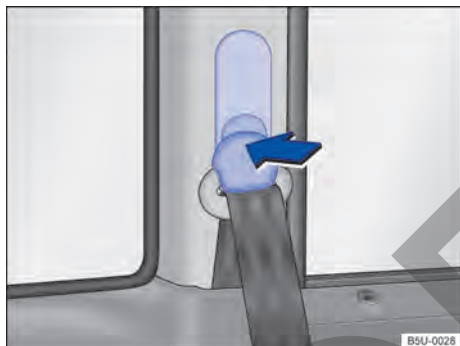

Fig. 31 Junto a los asientos delanteros: regulador de la altura del cinturón de seguridad.
- Presione el dispositivo regulador en el sentido de la flecha y manténgalo presionado → **fig. 31**.